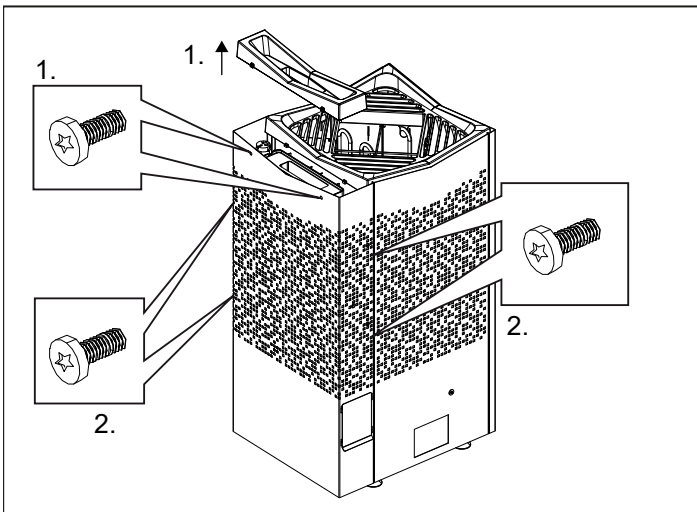

Abb. 9: Lösen Sie die sechs Schrauben, um die hintere Abdeckung zu entfernen.
3. Lösen Sie die beiden Schrauben auf der Rückseite, entfernen Sie die Abdeckung des Wasserbehälters (siehe Punkt 1 in Abbildung 9). Lösen Sie die Schrauben an den Seiten (siehe Punkt 2 in Abbildung 9).